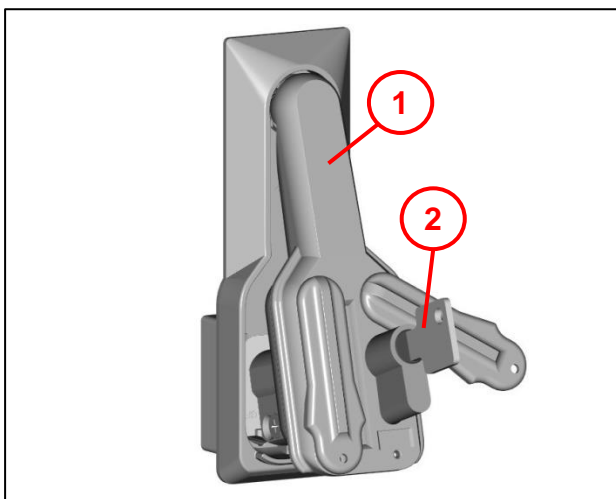

Abb. 67
- Bei geöffnetem Schloss, die Transportsicherung (1) nach hinten herausziehen.
- Schraube M5x20mm (2) entnehmen.
- Weiter bei Abb. 67.